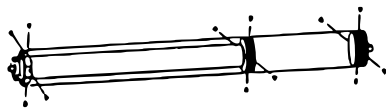

Fig. 2
- La distancia de ajuste entre el borde exterior del adaptador de accionamiento y el diámetro interior del eje no debe ser superior a 1 mm (Fig. 2).
- El eje de la persiana y la cápsula del rodillo deben fijarse uniformemente con cuatro tornillos avellanados autorroscantes de 5×20 en dirección radial. Los tornillos deben fijarse en el centro de la cápsula y en el centro del eje en dirección axial (Fig. 2, 4).